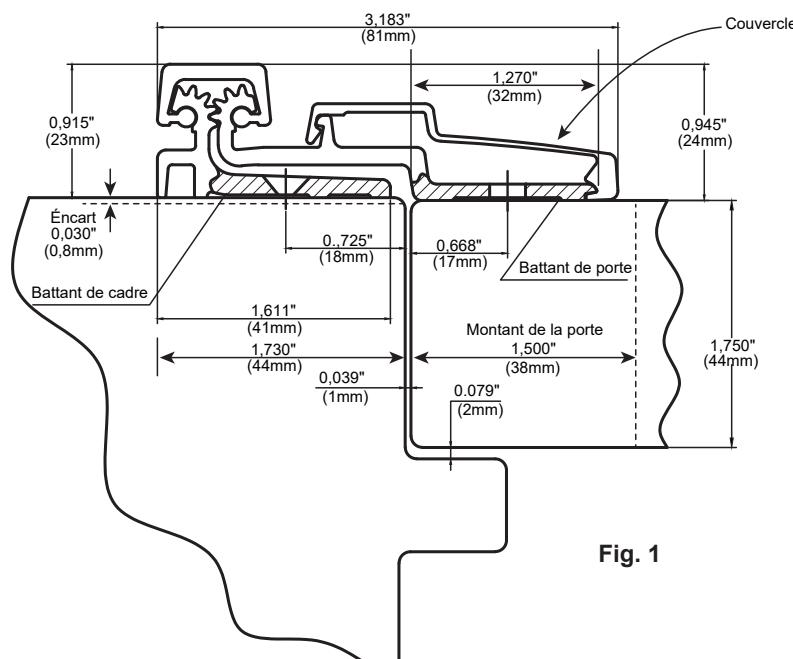

Fig. 1
- La largeur minimale du cadre qui peut être utilisée est de 1-3/4" (44 mm). Dans ce cas, la largeur du montant de la porte doit être d'au moins 1-1/2" (38 mm). Voir la figure 1.
- La charnière fournie a un retrait ou encart de 1/32" (0,8 mm) au niveau de la porte. Si un retrait plus important est nécessaire entre la porte et le cadre, utilisez une cale de l'épaisseur requise derrière la charnière. Voir la figure 1.
- Marquez une ligne verticale sur le cadre à $1-3/4"$ (44 mm) de l'espace central de la charnière entre la porte et le cadre. Consultez les figures 1 et 4 et la note 2 de la section Exigences d'installation.
- Assurez-vous que la largeur du montant côté charnière de la porte est de taille appropriée pour le montage de la charnière, comme indiqué sur la figure 1. Assurez-vous que la porte est placée dans le cadre, d'aplomb et avec les dégagements requis.